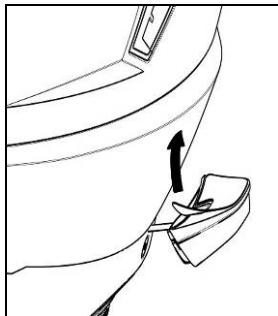
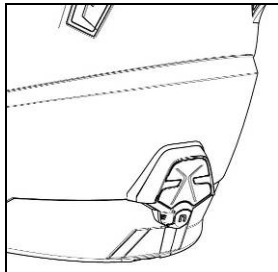

Fig. 8
Fig. 9
- Ta av beskyttelsesfilmen fra den dobbeltsidige tapen på hjelmadapteren (fig. 8), og fest ESS-systemet i skallet (Fig. 9).